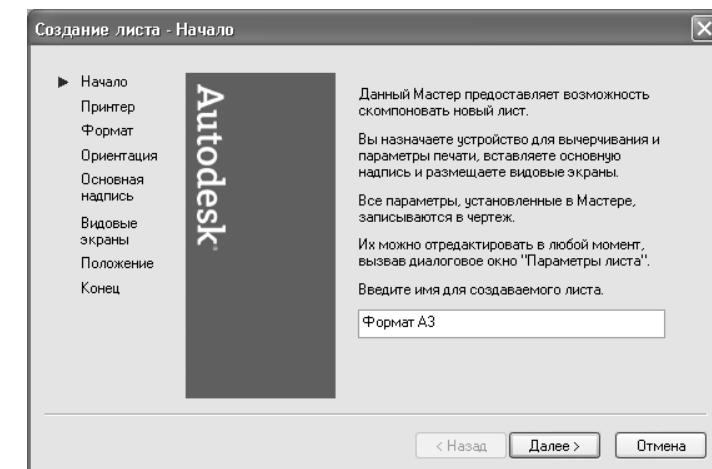

Рис. 13.18 ▼ Первое диалоговое окно мастера **Создание листа** (Create Layout)
- Ведите в командном окне команду **Лист** (LAYOUT) или просто **л** (LO), а затем введите **Удалить** (DELETE) или просто **у** (D) для выбора режима удаления имеющейся компоновки. В ответ на предложение ввести имя удаляемой компоновки или нажать **Enter** для удаления текущей компоновки **Формат А2** введите **Лист1** (Layout1). Лист компоновки **Лист2** (Layout2) тут же исчезнет, а команда **Лист** (LAYOUT) завершит работу.
- Переименуйте слой **Рамка** на **Рамка формата А2** и создайте новый слой **Рамка формата А3**. Индекс цвета для нового слоя оставьте назначенным по умолчанию (116) и сделайте новый слой текущим.
- Ведите в первом диалоговом окне мастера название нового листа компоновки, например, **Формат А3** (рис. 13.18), а затем щелкните на кнопке **Далее** (Next).